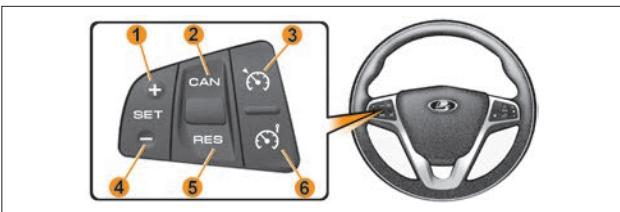

Рис. 1. Блок управления «круиз-контроль» и «ограничитель скорости»
- выключатель  – включение/выключение круиз-контроля (рис. 1, поз. 3);
- выключатель  – включение/выключение ограничителя скорости (рис. 1, поз. 6);
- выключатель  /  – установка и увеличение скорости 1 и 4 (рис. 1);